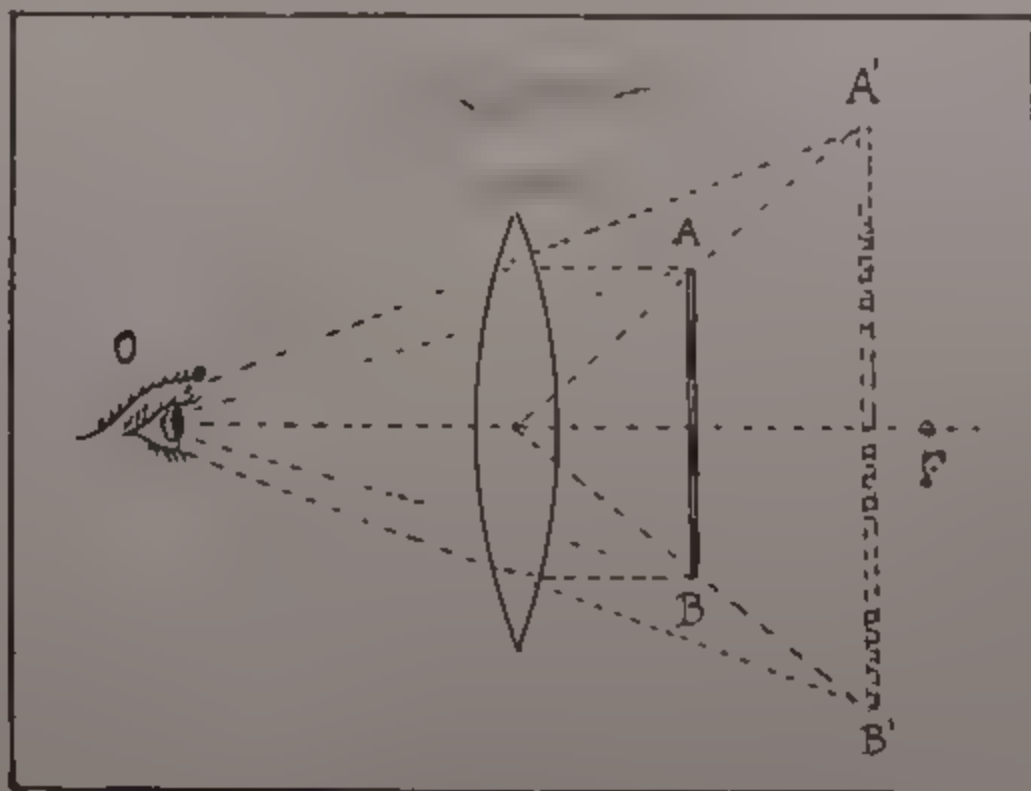

Fig. 158. — MICROSCOPIO SEMPLICE.
**131. Strumenti ottici.** — La *lente d'ingrandimento*, è una lente convessa usata in modo che l'oggetto da ingrandire sia posto, come abbiamo detto poco fa, fra la lente ed il fuoco (fig. 158).